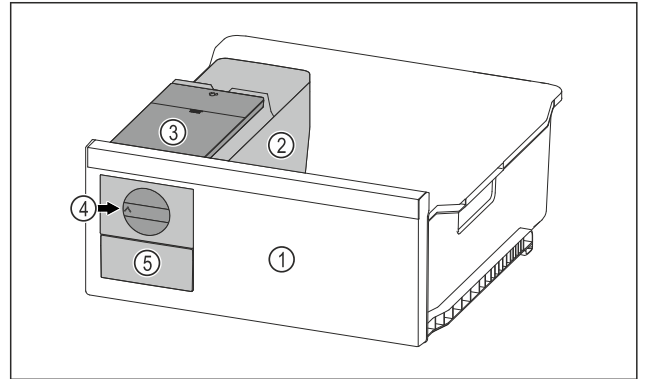

Fig. 80 Primjer izgleda
- ▶ Okrenite okretni gumb Fig. 80 (4) u smjeru kazaljki na satu do graničnika.
- ▷ Kockice leda padaju iz posude za kockice leda u ladicu za kockice leda Fig. 80 (5).